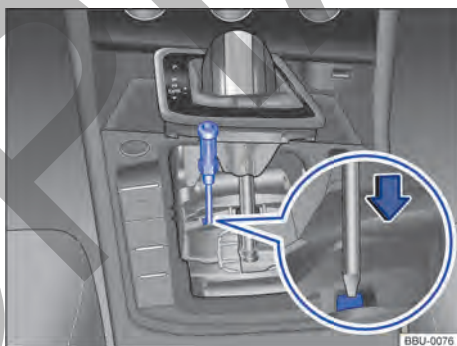

Fig. 111 Realizar un desbloqueo de emergencia de la palanca selectora.
- Presione la palanca de desbloqueo en el sentido de la flecha → fig. 111 y manténgala en esa posición.